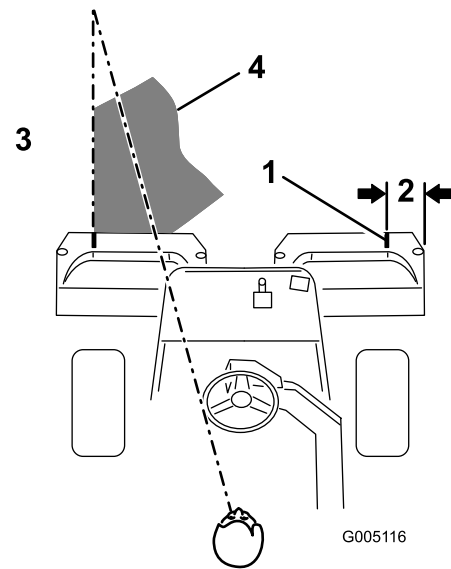

Figura 27
**Nota:** Para cortar em linha reta ao longo do relvado e de modo a conseguir manter uma distância equitativa entre a extremidade da zona de corte anterior, imagine uma linha de visão de aproximadamente 1,8 a 3 metros à frente da máquina até a extremidade da zona por cortar (Figura 27). Inclua a borda exterior da roda motriz na linha de visão; por exemplo, mantenha a borda da roda motriz alinhada com um ponto que se mantém sempre à mesma distância da dianteira da máquina.